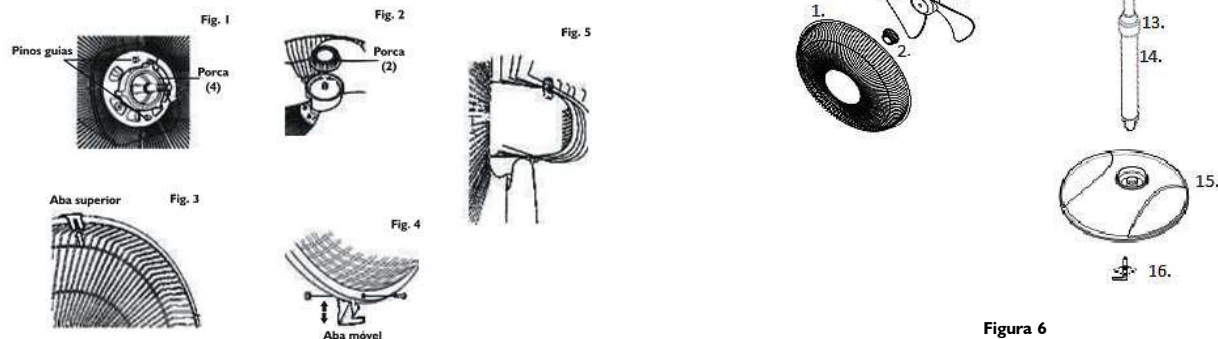

Figura 6
**⚠ ATENÇÃO:** Antes de iniciar e durante a montagem do ventilador identifique quem é e onde está cada componente. Faça sempre uma comparação dos números entre parênteses indicados nas instruções de montagem com os mostrados na figura 6 da página 4 ou da página 6. Retire da caixa todos os componentes e certifique-se que nada ficou dentro.